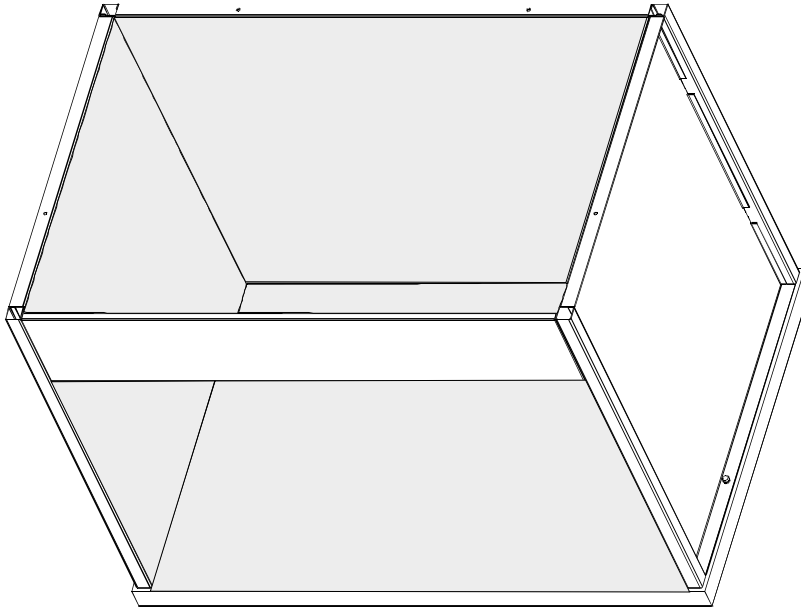

Figura 6. Cámara de observación SpectraLight III
10. La cámara de observación SpectraLight ya está completamente montada. Consulte la Figura 6.